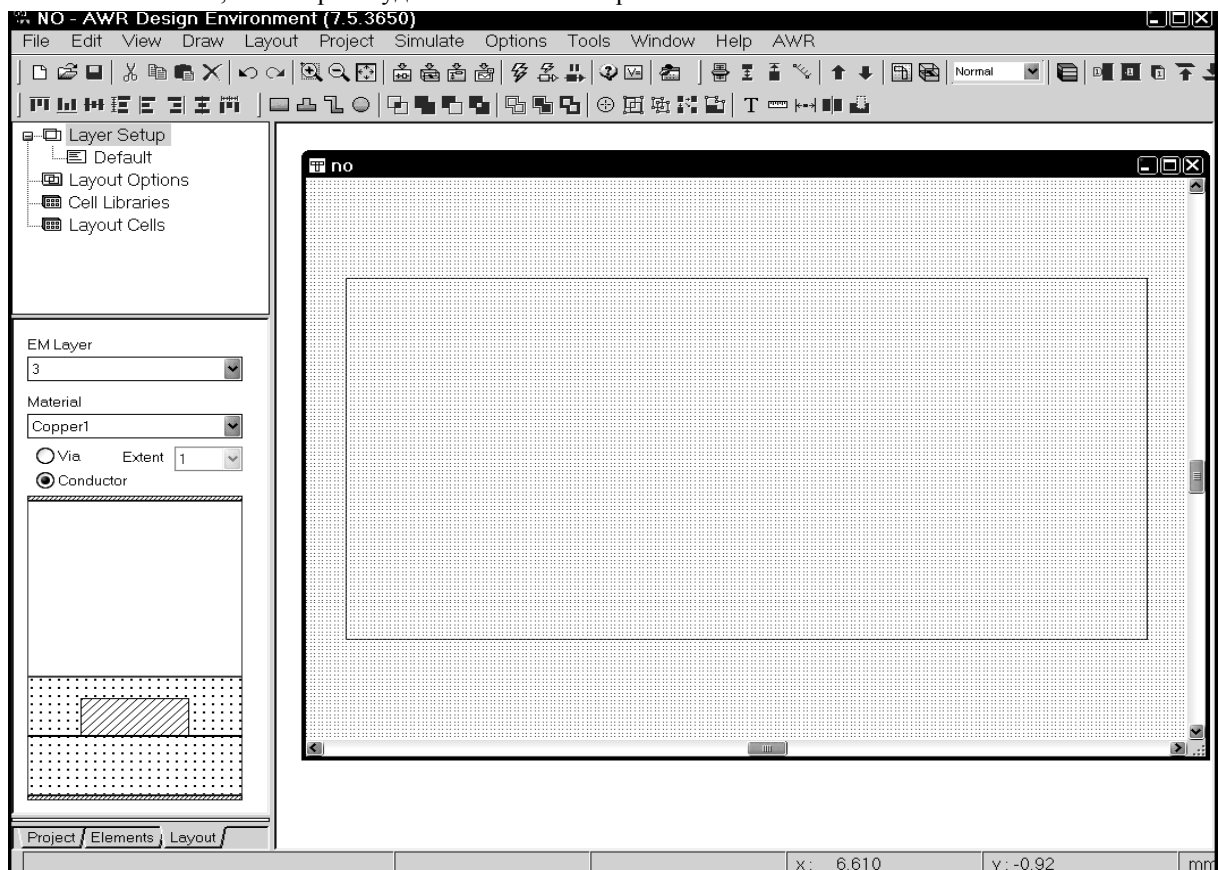

Рис. 5.84
1. В поле **EM Layer** (Слой электромагнитной структуры) менеджера топологии введите **3**. В поле **Material** введите **Copper1**. Отметьте **Conductor**. Электромагнитная структура будет выглядеть, как показано на рис. 5.84. В нижней части окна менеджера топологии отображается структура слоёв и слой, на котором будет выполняться черчение.